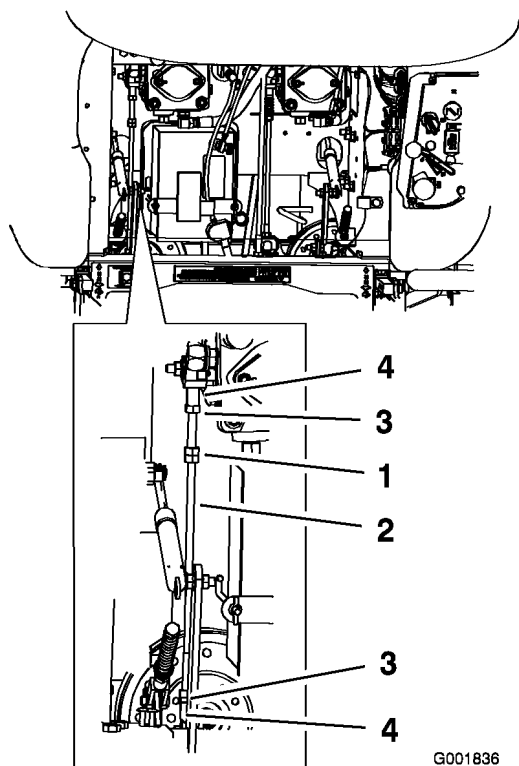

Figure 56
1. Desserrez les contre-écrous sur les rotules de la tige de commande de la pompe (Figure 56).
3. Réglez la longueur de la tige de pompe en tournant les doubles écrous dans le sens voulu, jusqu'à ce que la roue soit immobilisée ou tourne légèrement en marche arrière (Figure 56).
6. Serrez les contre-écrous contre les rotules (Figure 56).